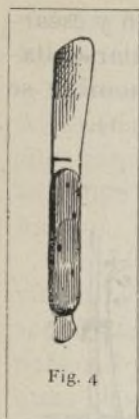

Fig. 4
*llos de ingertar* (fig. 4) y tener cuidado que los cortes encajen y ajusten con toda exactitud, á fin de que las superficies del patrón é ingerto queden bien adheridas y la savia del primero pueda pasar al segundo sin que haya hueco intermedio. Los ingertos se aplican al pie del árbol y en las ramas, pero en las moreras se hacen á unos 30 ó 60 centímetros sobre el suelo, y si se emplea es alguna vez en la cruz del árbol. Para esto se toman de Febrero á Mayo los brotes que han